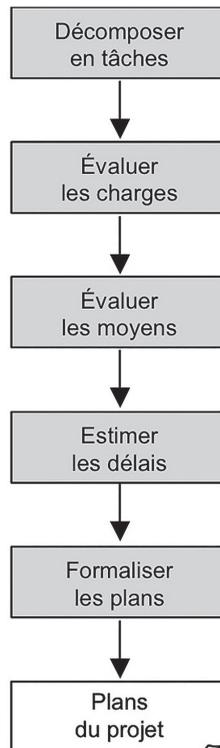

Figure 1.3 Planification du projet
**Logigramme du processus :** voir figure 1.3.